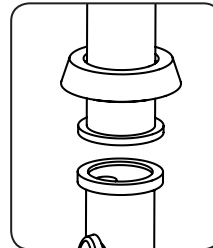

FIGURE 2
3. Place et aligner douche tube supérieur sur le tube inférieur. **NOTE:** Poignée et tête de douche doivent faire face à la même direction. Appuyez sur le tube supérieur vers le bas dans le tube inférieur. **FIGURE 2**
4. Tournez la bague de verrouillage vers la droite pour connecter en toute sécurité le tube supérieur à tube inférieur. **FIGURE 2**